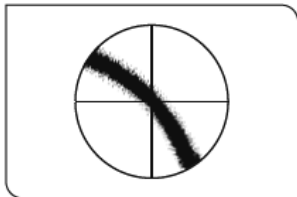

图 3
2. 旋转补偿器旋钮直到视场中心的测量部位是最暗的位置（图 3）。将刻度 1 和 2 的读数相加，找到此位置的角度。 $\rightarrow\theta_1$